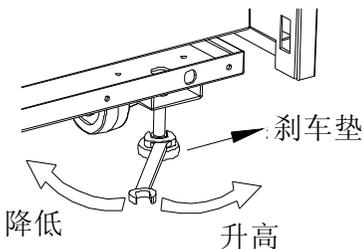

图 4
- 1) 机器放到安装位置后，立即用扳手将刹车垫旋至地面，将机器固定（如图 4），刹车垫安装在底板的四个角上；